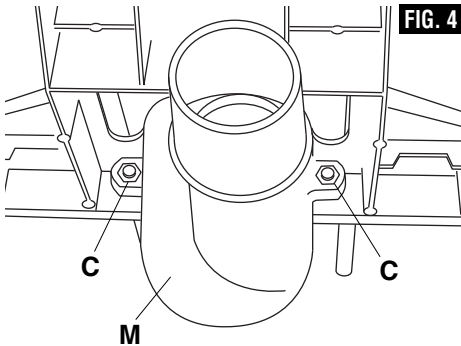

FIG. 4
Pour monter le capuchon d'extraction de poussière (M) : (Fig. 4)
1. Enlevez les deux plaques de guidage (D) en desserrant les quatre vis et en soulevant les deux ensembles de plaque de guidage pour les sortir de la partie supérieure de l'embase de guidage.
2. Dévissez les deux écrous (C) des deux vis centrales.
4. Insérez les écrous (C) dans les deux évidements hexagonaux situés sur le capuchon d'extraction de poussière.